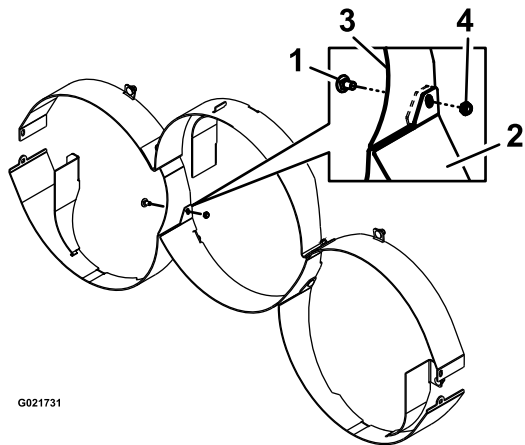

Figura 3
- Instale o abafador central traseiro utilizando dois parafusos de carroçaria ($\frac{3}{8}$ pol. x $\frac{7}{8}$ pol.) e duas porcas de bloqueio ($\frac{3}{8}$ pol.), como se mostra na **Figura 3**.
Nota: Este abafador é instalado entre as flanges do abafador frontal exterior (**Figura 3**).
Nota: Quando os abafadores exteriores frontais, exteriores traseiros e o abafador central traseiro se encontrarem, instale dois parafusos de carroçaria ($\frac{3}{8}$ pol. x $\frac{7}{8}$ pol.) e duas porcas de bloqueio ($\frac{3}{8}$ pol.) como se mostra na **Figura 3**.